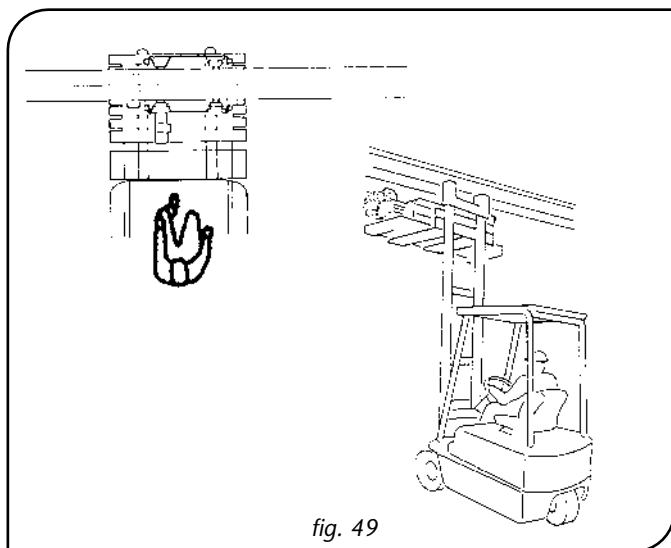

fig. 49
5. Effectuer la montée et la manipulation de la palette ou d'un autre moyen approprié, positionner la palette de sorte que l'axe vertical de la poutre soit perpendiculaire à celui du palan et que les axes horizontaux des deux soient parallèles (fig. 49).